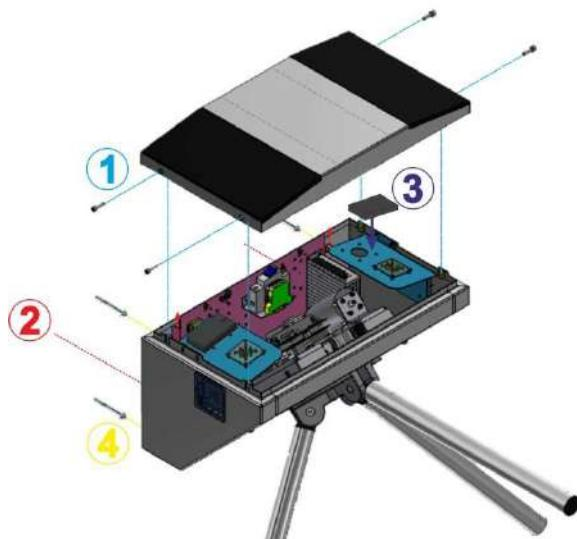

Рис. 18 – Загальний вид складання турнікету-триподу «SKULL-M»
10) Для доступу до кріпильних та технологічних отворів та клемних колодок турнікету «SKULL-M» потрібно зняти кришку, відкрутивши 4 гвинти на торцях (див. Рис. 18).